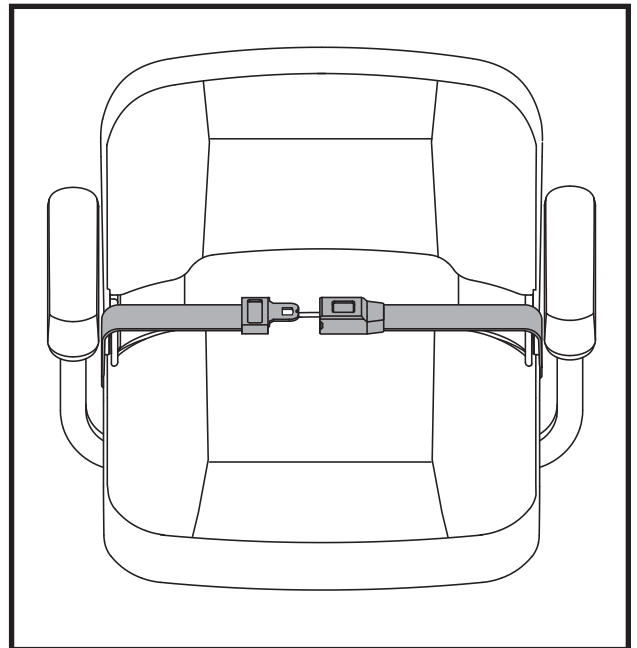

Figure 24. Ceinture de positionnement - De type attache en métal ou ceinture de positionnement - Crochet réutilisable et boucle de fixation
1. Insérez l'onglet de la ceinture côté droit dans la boucle de ceinture côté gauche jusqu'à ce que vous entendiez le "clic". Voir la figure 24.